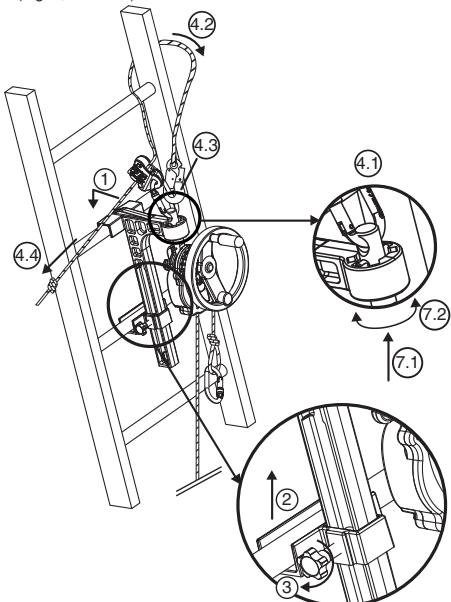

Fig. 6
#### 6.3.2 Aparato DEROPE™ UP B (Fig. 6)
1. Colocar la consola grande bloqueable en el barrote de la escalera en la posición escogida para realizar la operación de salvamento, por encima de la persona a evacuar (Fig. 6, 1).
2. Hacer subir la corredera de bloqueo hasta el nivel del barrote inmediatamente debajo de aquel que recibe la consola grande (Fig. 6, 2).
3. Apretar el eje de bloqueo de la corredera utilizando el botón de apriete que se encuentra en el costado de la consola (Fig. 6, 3).
- Fijar el conector del dispositivo de ajuste LCM 05 en el agujero de la parte superior del eje de enganche (Fig. 6, 4.1).
- Pasar la correa de aseguramiento alrededor del barrote de la escalera situada encima de la consola rodeando uno de los montantes de la escalera (Fig. 6, 4.2).
- Conectar el conector de la correa de aseguramiento en el conector del dispositivo de ajuste LCM 05 (Fig. 6, 4.3).
- Tensar la correa de aseguramiento tirando del ramal libre (Fig. 6, 4.4).
7. Orientar el aparato DEROPE™ según la necesidad modificando la posición del eje de enganche en el dispositivo de indexación (Fig. 6, 7.1 – 7.2).